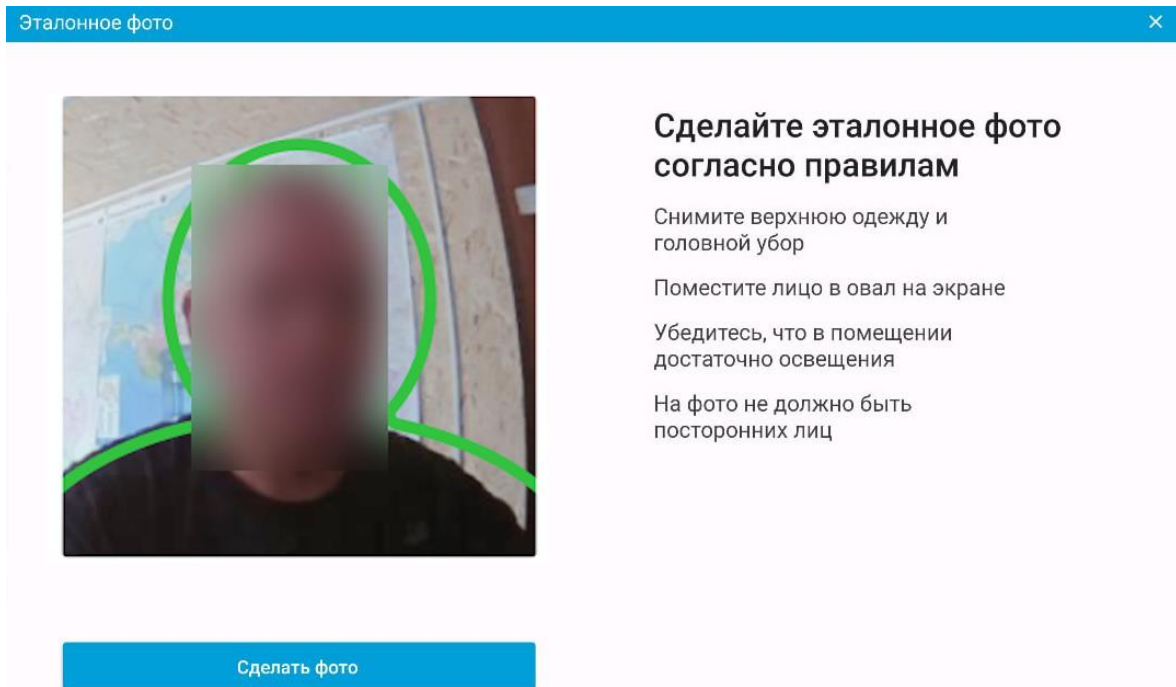

Рис. 22 Эталонное фото
5. Далее открывается окно «Эталонное фото». Перед фотографированием необходимо снять верхнюю одежду и головной убор, убедиться, что в помещении достаточная освещенность – лицо должно быть ясно различимо на камере, далее поместить лицо в зеленый овал на экране и убедиться, что на фото нет посторонних лиц. Затем нажать кнопку «Сделать фото» (рис.22)